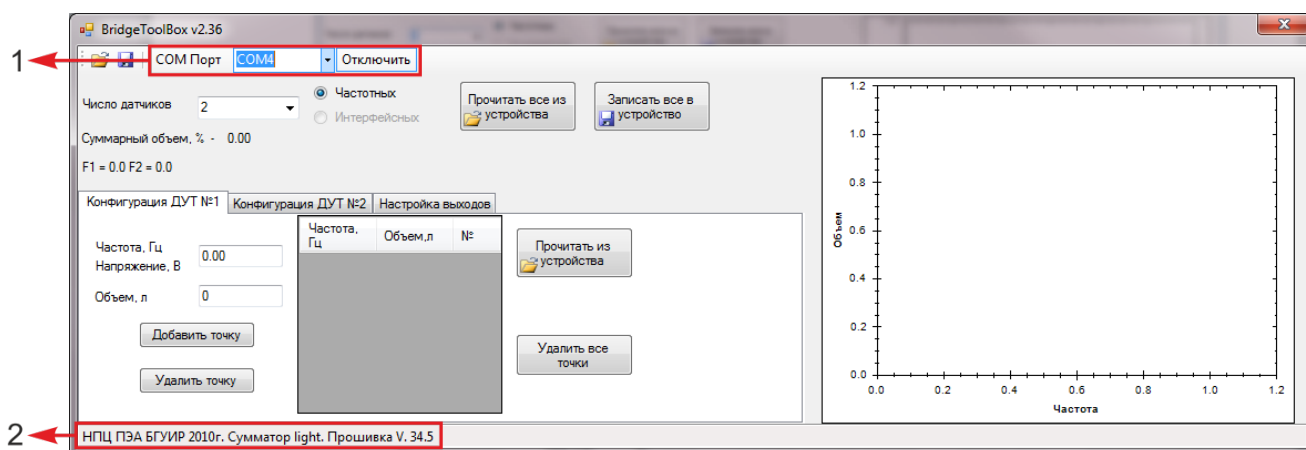

Рисунок 10 – Главное окно BridgeToolBox
окна программы (рис. 10) указать номер последовательного порта, к которому подключен сумматор.
4. Нажать кнопку [Подключить], убедиться, что связь с сумматором установлена (рис. 10,1). При успешном подключении в главном окне программы (рис.10,2) появится название устройства и версия прошивки.